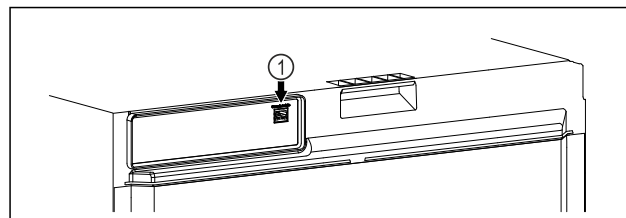

Fig. 157
- ☐ SmartModule Fig. 157 (1) ist eingesetzt.